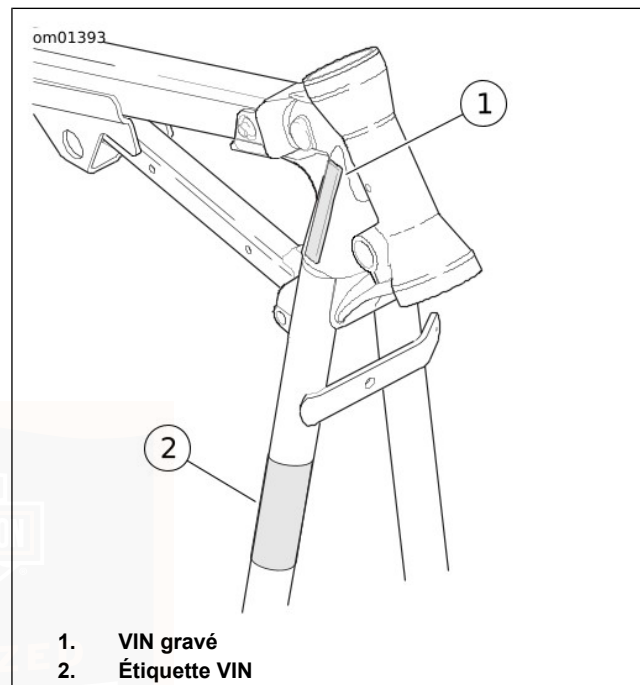

Figure 1. Emplacements du numéro d'identification de véhicule (VIN)
Voir Figure 1. Les 17 caractères du VIN (1) sont gravés sur le côté droit du cadre près de la colonne de direction. Dans certains marchés, une étiquette du VIN imprimée (2) est également apposée sur le tube descendant avant.